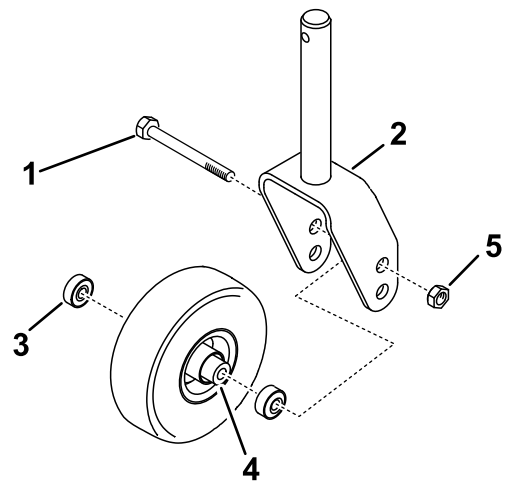

Figura 6
1. Montate le ruote orientabili sulla relativa forcella, come illustrato nella Figura 6.